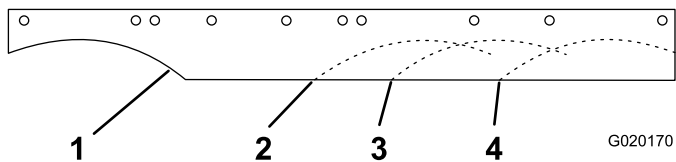

Figure 2
- Trouvez l'arc de découpe correspondant à la taille de votre tablier de coupe. **Sélectionnez un seul déflecteur** et coupez-le en suivant l'arc correspondant (Figure 2).